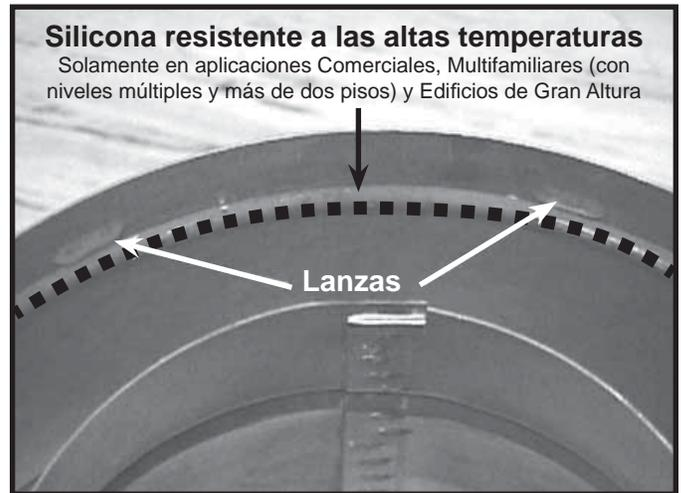

Figura 8.1 Lanzas
Para unir la primera sección de tubo a los collarines, deslice la parte macho del tubo interior sobre el collarín interior de la cámara de combustión. Al mismo tiempo, deslice el tubo exterior sobre el collarín exterior del aparato. Empuje la sección del tubo de escape hacia el collarín del aparato hasta que todas las lanzas se monten (vea la figura 8.1). Tire suavemente del montaje para asegurarse de que esté unido correctamente.
- Aplique la silicona dentro de la junta del tubo exterior antes de unir las secciones. Vea la figura 8.1